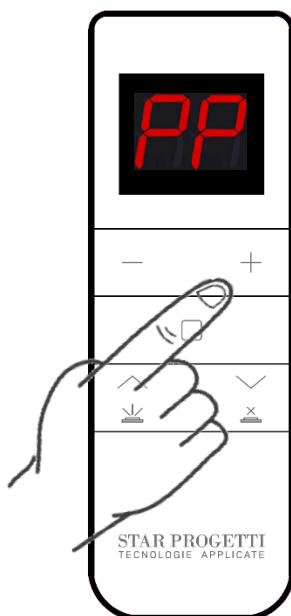

Abb.19
- Wählen Sie mithilfe der Tasten „+“ und „-“ den Kanal PP (Abb. 19) und drücken Sie unmittelbar danach die in Abb.20 gezeigte Taste